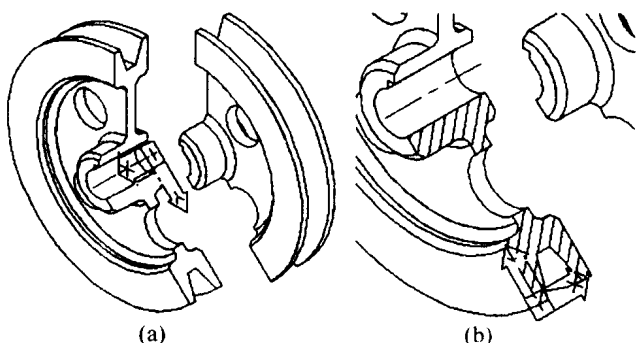

图 1-7
6. 用布尔“并”运算(UNION), 将皮带轮左半个和右下方合二为一。再将右上方小半块实体向外移动若干距离, 如图 1-7(a)所示;
7. 用“三点(3)”选项设置新 UCS,使 XY 坐标平面与倾斜剖面共面,然后对该剖面画上剖面线(HATCH 命令),结果如图 1-7(b);